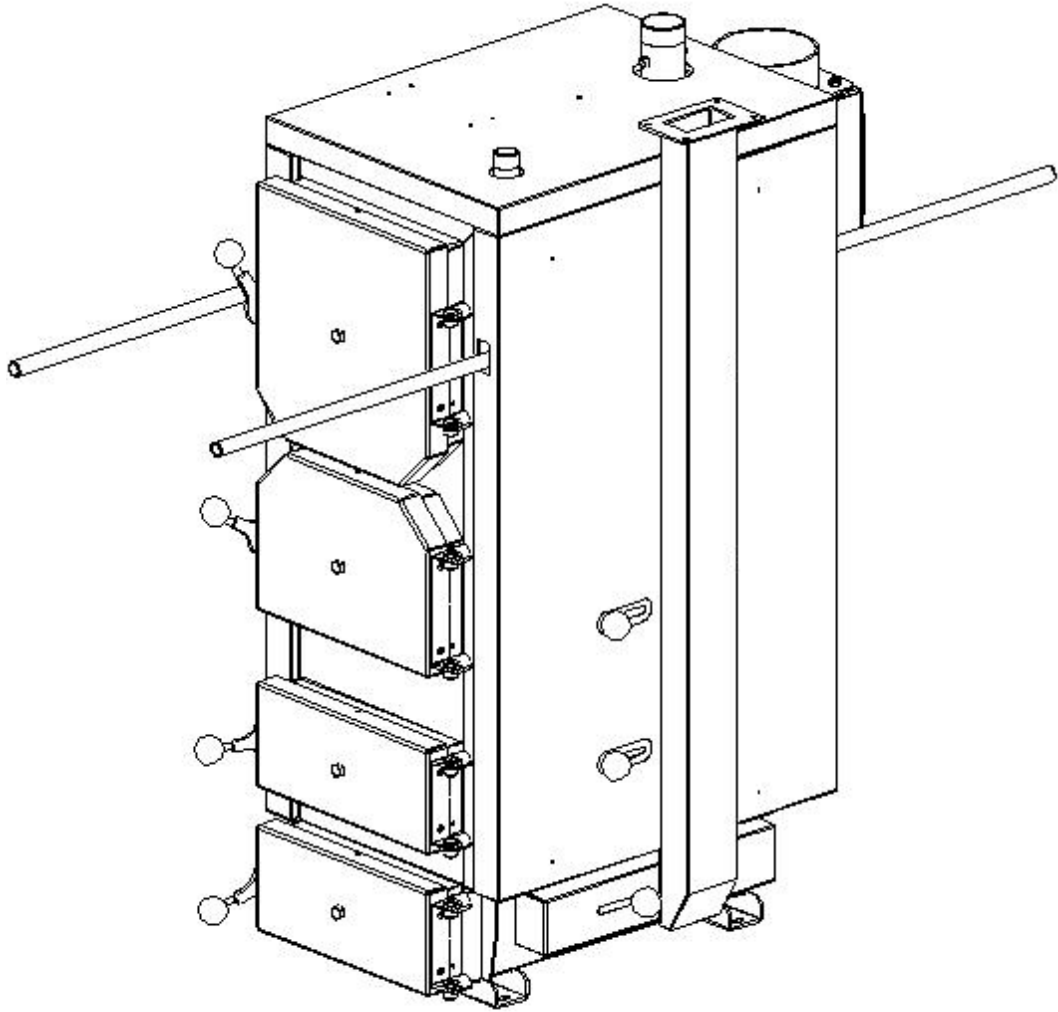

Рисунок 17. Підготовка до переміщення та встановлення котла.
- вставити відрізки труб в отвори, як показано на рис.17.